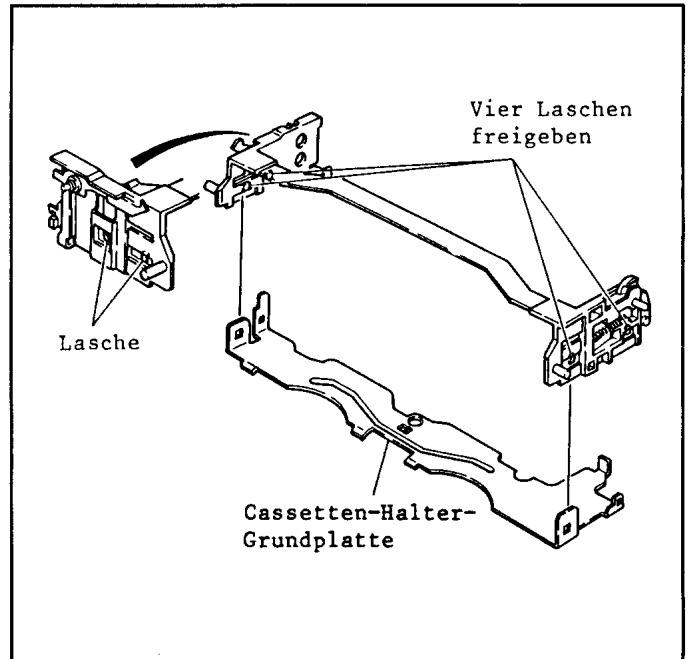

Abb. 5-7 Cassetten-Halter-Grundplatte
7. **Cassetten-Halter-Grundplatte** (Abb. 5-7)